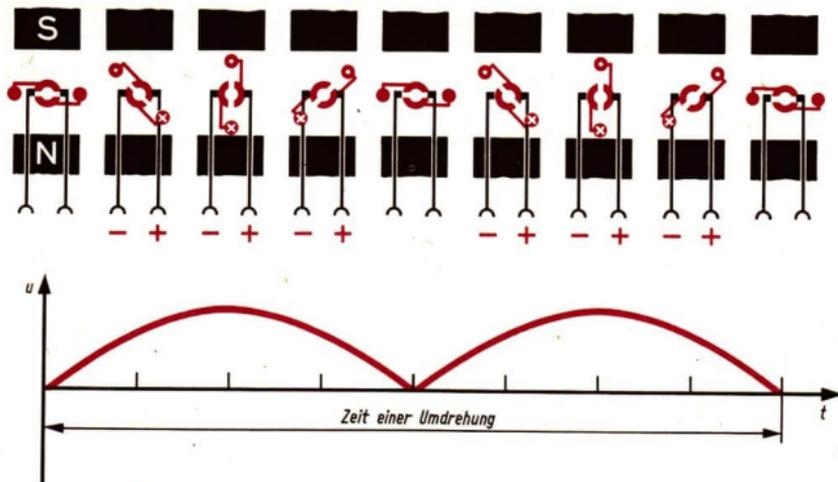

Bild 88/1 Die Höhe der induzierten Gleichspannung in Abhängigkeit von der Augenblicklichen Lage des rotierenden Ankers
Die Wirkungsweise eines Gleichstromgenerators kann ähnlich wie beim Wechselstromgenerator (vgl. S. 46 und 53) mit Hilfe der UVW-Regel erklärt werden. Der Zusammenhang zwischen der jeweiligen Lage des rotierenden Ankers und der induzierten Gleichspannung ist in Bild 88/1 grafisch dargestellt.
- Diskutieren Sie das Spannungs-Zeit-Diagramm in Bild 88/1! Beachten Sie besonders die Verhältnisse bei „horizontaler“ Stellung des Ankers! Entwickeln Sie das Spannungs-Zeit-Diagramm für einen Gleichstromgenerator aus RFT-Aufbauteilen!